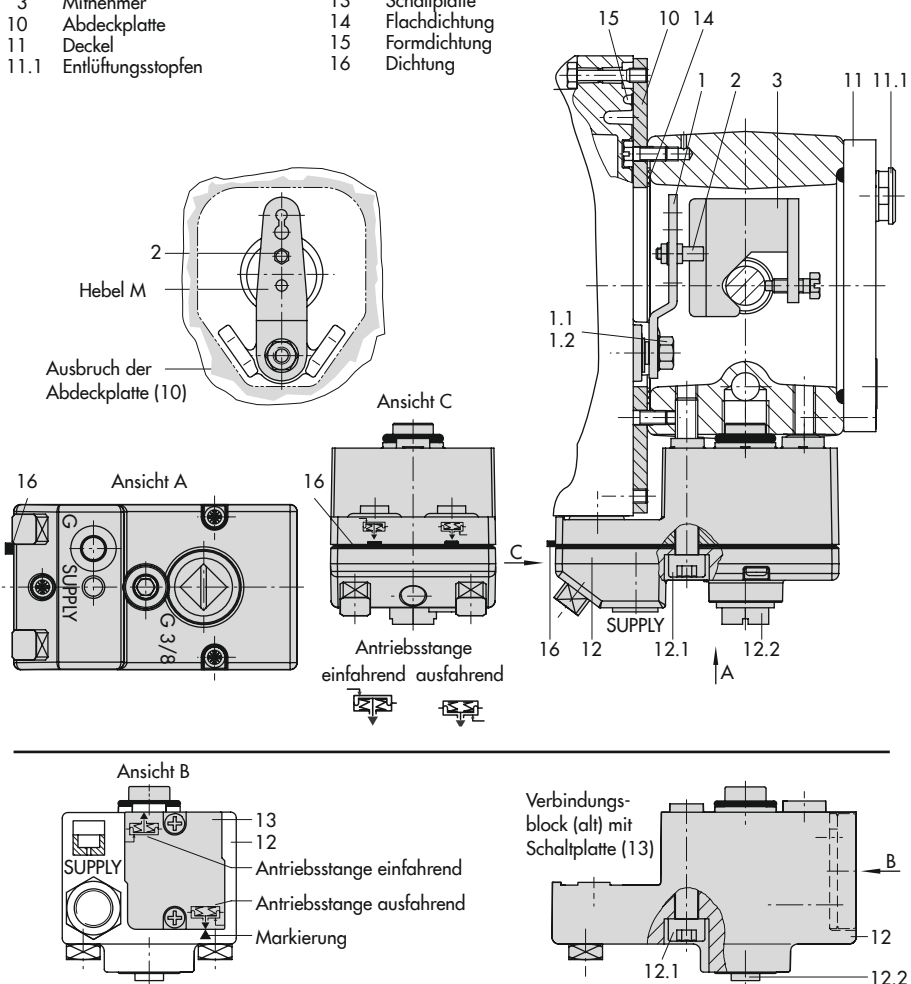

Bild 5-6: Direktanbau – Stelldruckanschluss für Antrieb Typ 3277 mit 175 bis 750 cm²
Antriebe mit 175 bis 750 cm² (vgl. Bild 5-6)
1. Mitnehmer (3) an die Antriebsstange setzen, ausrichten und so festschrauben, dass die Befestigungsschraube in der Nut der Antriebsstange sitzt.
2. Abdeckplatte (10) mit schmaler Seite des Ausbruchs (Bild 5-6 links) in Richtung zum Stelldruckanschluss befestigen, die aufgeklebte Flachdichtung (14) muss zum Antriebsjoch zeigen.
3. Bei Antrieben mit 355/700/750 cm² am Hebel M (1) auf der Stellungsregler-Rückseite den Abtaststift (2) aus Stiftposition 35 lösen und in die Bohrung für Stiftposition 50 umsetzen und verschrauben. Bei den Antrieben 175, 240 und 350 cm² mit 15 mm Hub verbleibt der Abtaststift (2) auf Stiftposition 35.
4. Formdichtung (15) in die Nut des Stellungsreglergehäuses einlegen.
5. Stellungsregler an der Abdeckplatte so aufsetzen, dass der Abtaststift (2) auf der Oberseite des Mitnehmers (3) zu liegen kommt. Hebel (1) entsprechend verstellen
6. Kontrollieren, ob die Zunge der Dichtung (16) seitlich am Verbindungsblock so ausgerichtet ist, dass das Antriebsymbol für „Antriebsstange ausfahrend“ bzw. „Antriebsstange einfahrend“ mit der Ausführung des Antriebs übereinstimmt. Andernfalls müssen die drei Befestigungsschrauben entfernt, die Deckplatte abgehoben und die Dichtung (16) um 180° gedreht wieder eingelegt werden.
Beim alten Verbindungsblock (Bild 5-6 unten) muss die Schaltplatte (13) so gedreht werden, dass das entsprechende Antriebsymbol zur Pfeilmarkierung ausgerichtet ist.
7. Verbindungsblock (12) mit seinen Dichtungen an Stellungsregler und Antriebsjoch ansetzen und mit Befestigungsschraube (12.1) festziehen. Bei Antrieb „Antriebsstange einfahrend“ zusätzlich den Stopfen (12.2) entfernen und die externe Stelldruckleitung montieren.
8. Deckel (11) auf der Gegenseite montieren.